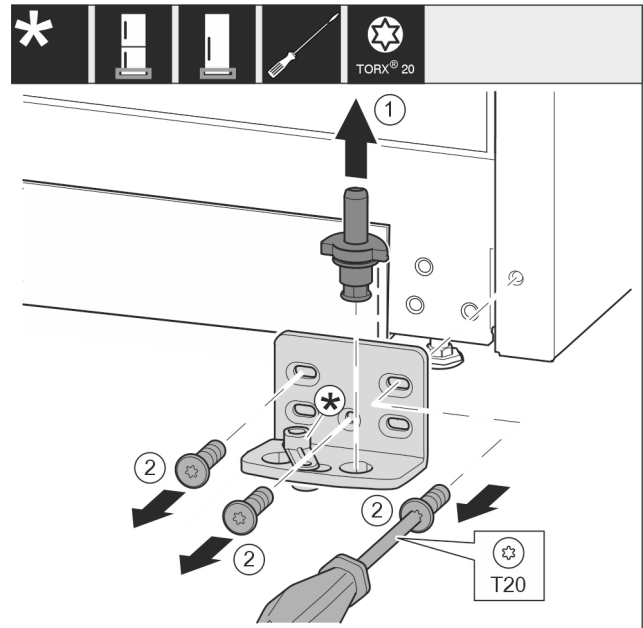

Fig. 44 *
- ▶ 将轴承螺栓 Fig. 44 (1) 完全向上拉出。*
- ▶ 将螺钉 Fig. 44 (2) 用螺丝刀旋开并取下托架。*